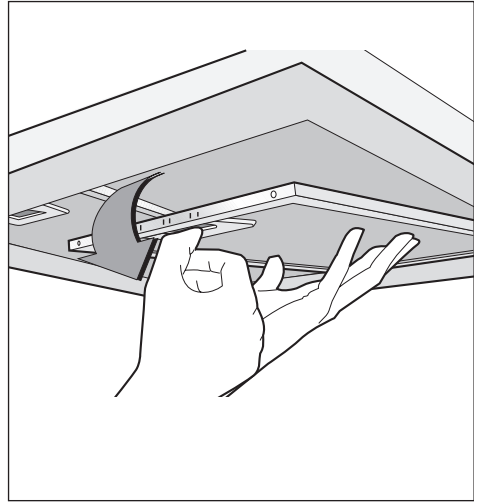

Fig.15
Falls ein Verbindungsrohr verwendet wird, das aus zwei oder mehr Teilen zusammengesetzt ist, muss der obere Teil über den unteren gestülpt werden. Auf keinen Fall darf das Abluftrohr der Küchenhaube an ein Rohr angeschlossen werden, in dem Warmluft zirkuliert oder das zur Entlüftung von Geräten verwendet wird, die an eine andere Energiequelle als an Strom angeschlossen sind. Vor der Durchführung der Montagevorgänge, den/die Fettfilter entfernen, damit sich das Gerät leichter handhaben lässt (**Abb.15**).
- Wenn Ihr Gerät mit einer unteren Teleskopverschalung ausgestattet ist, der mit Schrauben am Haubengehäuse befestigt werden muss, die Fettfilter mithilfe der entsprechenden Griffen von der Abzugshaube entfernen (Abb.15).